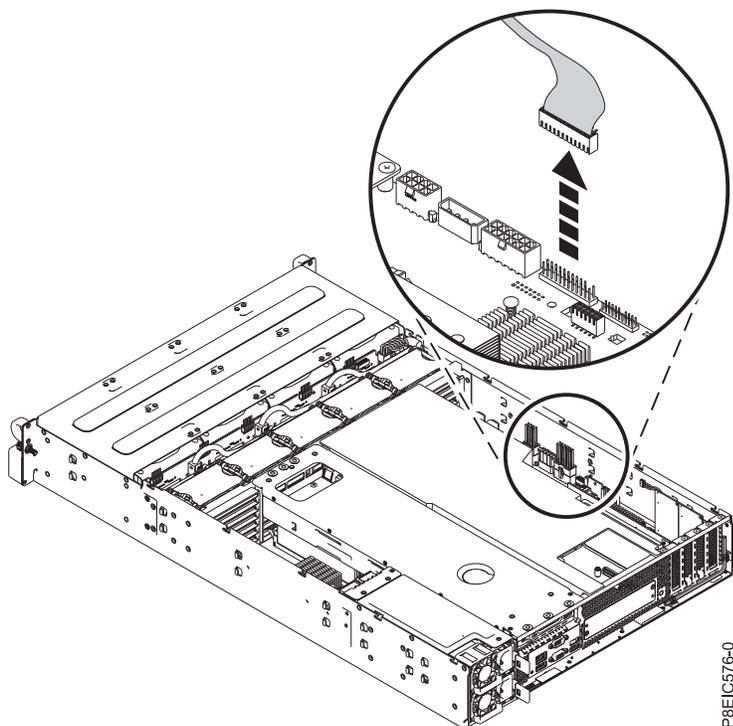

Figura 60. Desconexión del cable de control del panel frontal
2. Quite el cable de control del panel frontal de la placa posterior del sistema, tal como se muestra en Figura 60.